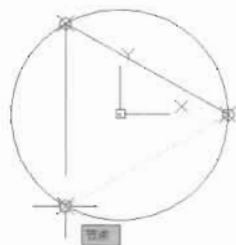

图 3-5
(4) 单击“绘图”工具栏中的“直线”按钮, 分别捕捉 3 个节点绘制出三条直线段构成一个三角形, 如图 3-5 所示。